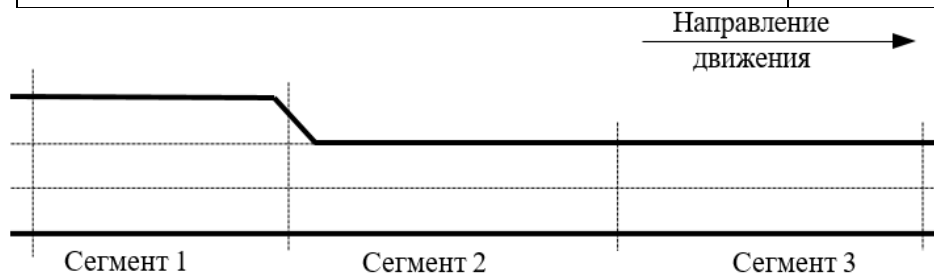

Рисунок 1 – Схема участка сети
3. Оценить состояние сегмента №2 транспортной сети (рис. 1) на текущем шаге моделирования при следующих начальных условиях движения (табл. 2)